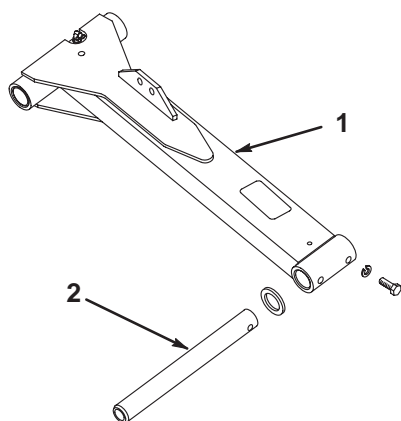

図 6
1. 左昇降アームにピボット・ロッドを差し込み (図6) 取り付け穴を整列させる。